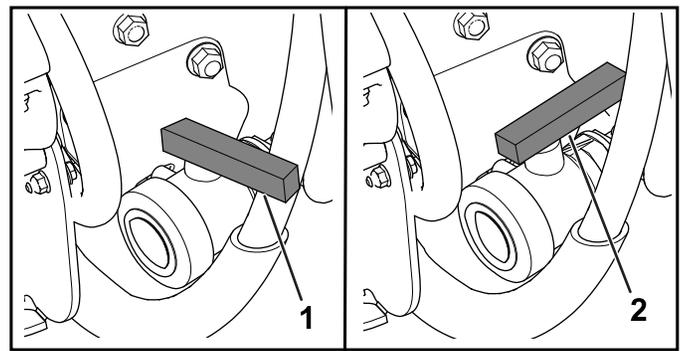

Figure 93
4. Fermez le robinet de vidange (Figure 93).
3. Ouvrez le robinet pour vidanger tout le produit inutilisé qui reste dans la cuve (Figure 93).